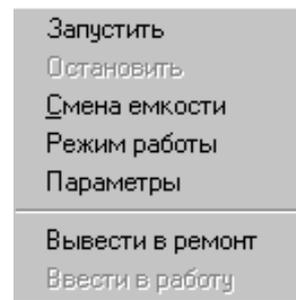

Рис. 12
3.5.2.2 Щелчком «мыши» на изображении пробоотборника вызывается окно управления (Рис. 12):